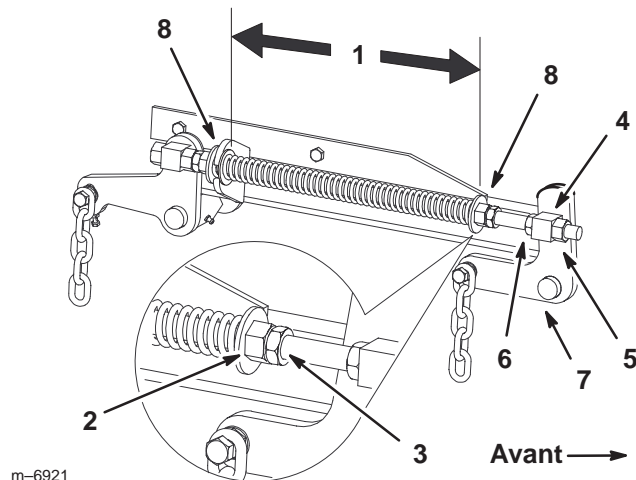

Figure 55
- Desserrez d'environ 13 mm (1/2 pouce) les écrous de blocage à l'avant des pivots avant gauche et droit (Fig. 55).
- Réglez les écrous de relevage sur les côtés gauche et droit de la machine de manière à **abaisser l'avant de 6 à 10 mm (1/4 à 3/8 pouce)** au point **A** par rapport au point **B** à l'arrière (Fig. 55).
1. Déplacez le levier de relevage du plateau de coupe à la position de transport (Fig. 55).
2. Vérifiez que les deux grandes rondelles sont espacées de 26 cm (10-1/4 pouces) (Fig. 55).
3. Réglez cette distance en desserrant l'écrou de blocage du ressort et en tournant l'écrou devant chaque ressort (Fig. 55). Tournez l'écrou dans le sens horaire pour raccourcir le ressort et dans le sens inverse pour l'allonger.
4. Bloquez l'écrou en position en serrant l'écrou de blocage du ressort (Fig. 55).